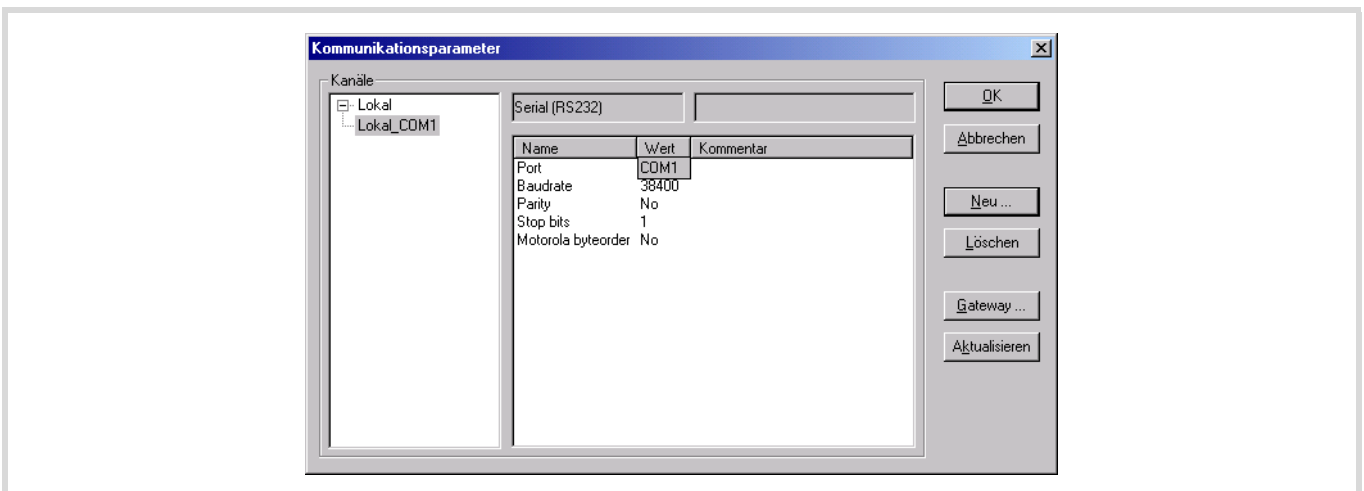

Abbildung 59: Vorwahl Kommunikationsparameter
- ▶ Wählen Sie die in der Abbildung 59 eingetragenen Werte vor.